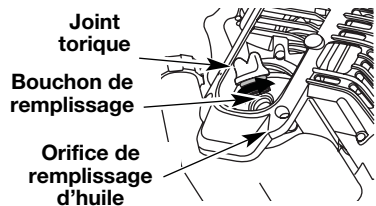

Fig. 17
3. Retirez le bouchon / la jauge d'huile du carter-moteur. Versez tout le contenu de la bouteille d'huile dans le carter-moteur (Fig. 17).